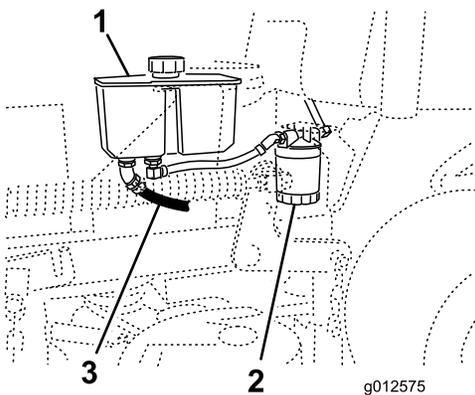

Рисунок 69
4. Найдите передний гидравлический шланг под гидравлическим баком и установите сливной поддон под баком (Рисунок 69).